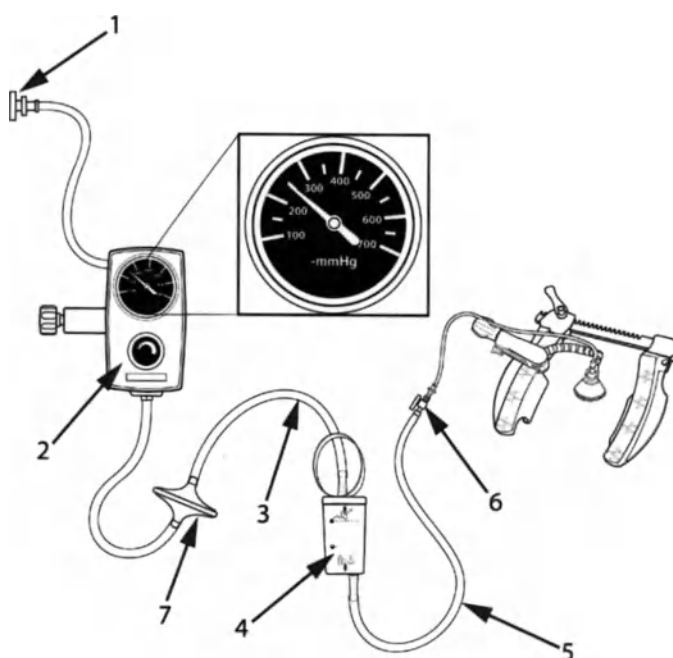

Figura 5: sistema posizionale ad aspirazione ACROBAT-i
5. Collegare il raccordo luer lock GIALLO del set di tubi del posizionale ACROBAT-i al raccordo luer lock GIALLO del tubo per aspirazione sul posizionale ACROBAT-i. Collegare l'altra estremità del tubo del set di tubi all'adattatore a spina inferiore del canister ACROBAT-i o di altro recipiente di raccolta fluidi (non incluso). Assicurarsi che il rubinetto sia nella posizione chiusa al passaggio dell'aria. Il set di tubi collegato alla parte superiore del canister va collegato dalla parte superiore del canister ad una fonte di vuoto regolata. Impostare il regolatore di aspirazione su 250 mmHg. Fare riferimento alla Figura 5 per una corretta impostazione del tubo di aspirazione e del sistema.